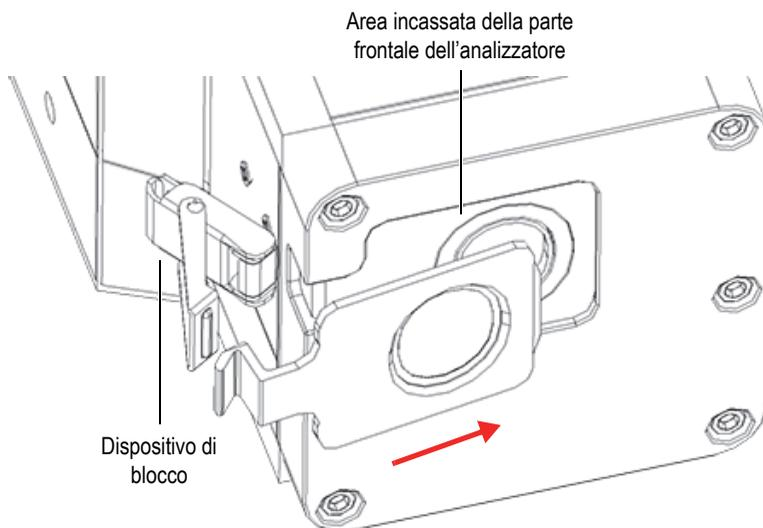

Figura 4-9 Orientamento della placchetta con il dispositivo di blocco e l'indicazione della parte frontale
3. Orientare la placchetta con il dispositivo di blocco e l'indicazione nella parte frontale (vedi Figura 4-9 a pagina 68).